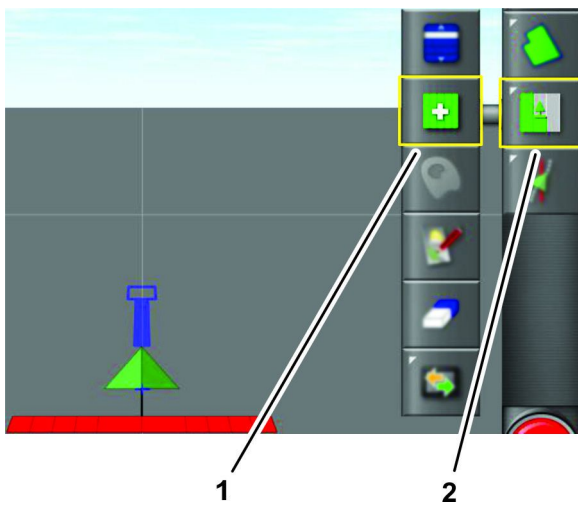

Figura 93
3. Premete l'icona Menu dell'attività (Figura 93).
4. Premete l'icona Seleziona attività (Figura 93).